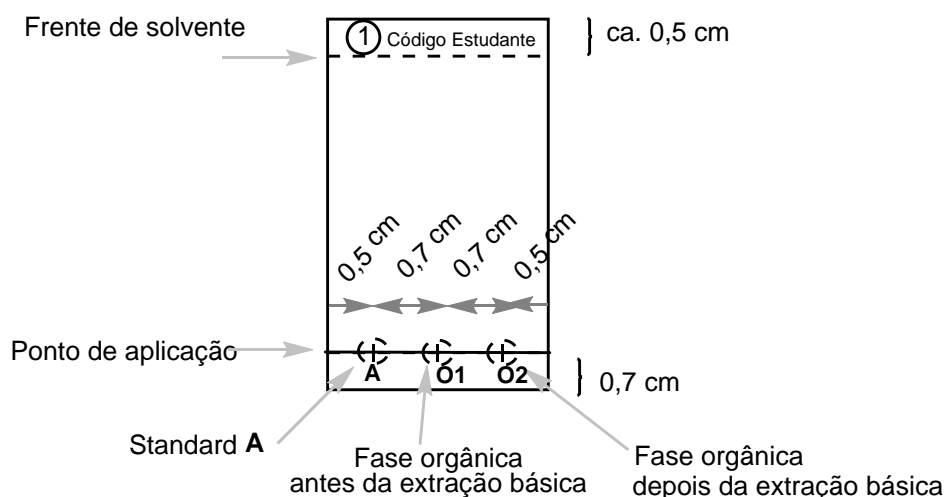

Figura 2. Instruções para preparação da placa de TLC.
- Prepare a placa de TLC. Verifique-a antes de usar. As placas danificadas podem ser substituídas sem qualquer penalização. Utilize o lápis com leveza para desenhar a linha do ponto de aplicação e marcar as posições para cada amostra. Escreva no topo da placa o número **1** num círculo e o seu código de estudante (ver Figura 2). Dissolva a amostra fornecida de 2-acetonafona (frasco etiquetado, **Standard A**) em cerca de 2 cm³ de etanol (volume aproximado de 1 pipeta de Pasteur de vidro cheia). Marque as posições das 3 amostras a serem aplicadas: **A**, **O1**, e **O2** (ver Figura 2). Aplique 1 μL (marca no capilar de 5 μL) do **standard A** e da fase orgânica obtida no passo II.3 (**O1**). A amostra **O2** será aplicada posteriormente.